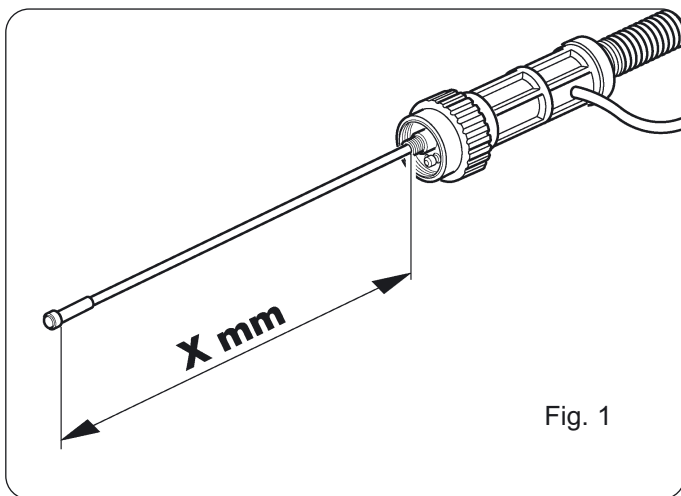

Fig. 1
- Precisely measure the protruding part (see fig. 1).
- Der Drahtführungsschlauch ist länger als das Schlauchpaket und steht um **X mm** über (siehe Abb. 1).
- Den überstehenden Teil genau abmessen (siehe Abb. 1).